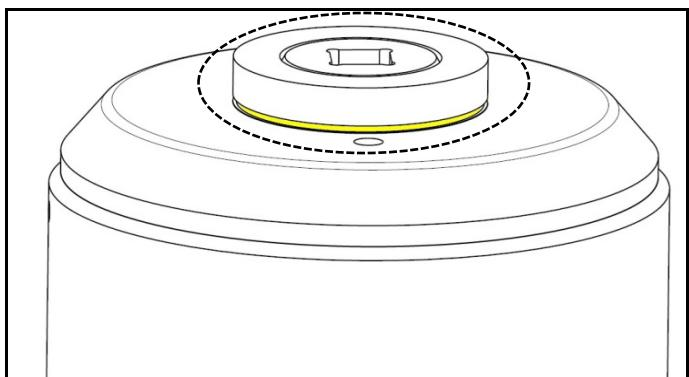

Abb. 2.1 Anzeigenum der Abziehstange
**HINWEIS** Am oberen Rand der Abziehstange befindet sich eine gelb markierte Anzeigenum, die zeigt, dass das Vorspannwerkzeug seinen maximalen Hub erreicht hat. Wenn diese Linie sichtbar ist, stoppen Sie die Pumpe und beaufschlagen Sie das/die Werkzeug(e) nicht weiter mit Druck. Die Mutter(n) muss/müssen festgezogen und die/das Werkzeug(e) eingefahren werden, bevor Sie fortfahren. (Abb. 2.1)